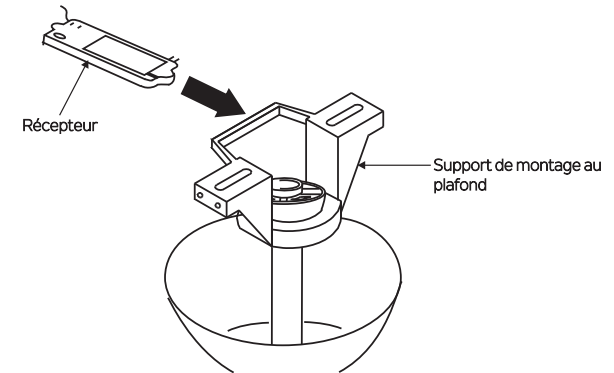

Fig. 13
Étape 1. Insérer le récepteur dans le support de montage de plafond avec le côté plat du récepteur, face au plafond. (Fig. 13) Pour une meilleure performance, s'assurer que l'antenne noire, au bout du récepteur, demeure déployée, et qu'elle ne soit pas entourée de fils électriques.